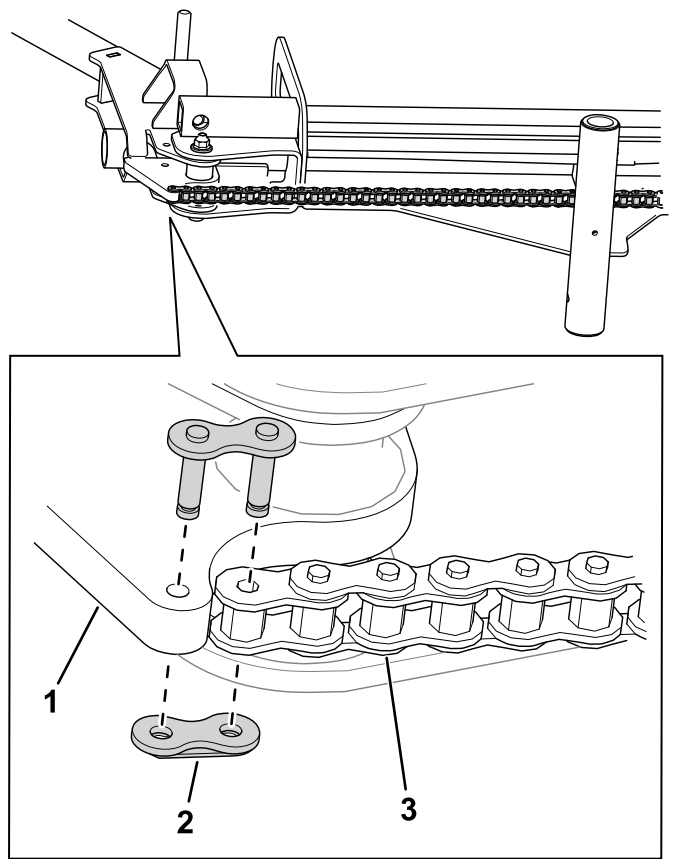

Figure 7
9. Utilisez un maillon de la chaîne pour connecter la chaîne sur la rampe (Figure 7).